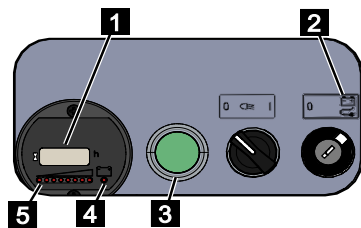

Fig. 68
1. Mettre l'interrupteur à clé sur mode batterie/secteur (Fig.68/2) en le tournant dans le sens des aiguilles d'une montre.
2. L'écran (Fig.68/1) affiche les heures de fonctionnement.
3. Le voyant de contrôle (Fig.68/4) clignote lorsque les batteries doivent être rechargées.
4. L'indicateur de charge (Fig.68/5) permet de contrôler l'état de charge. Le cas échéant, recharger les batteries (→ Chapitre 7.18 „Charger les batteries”, page 148).
Lorsqu'il n'y a pas de déplacements pendant env. 1 heure, la commande passe automatiquement en mode de veille. Pour réactiver la commande, il faut actionner le bouton (Fig.68/3).